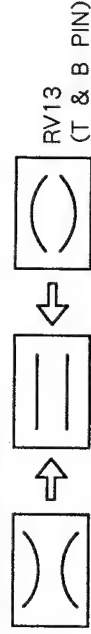

図 20-8
2. 図20-8のようにDA基板RV30を回し、T & Bピン歪ゲインを調整する。